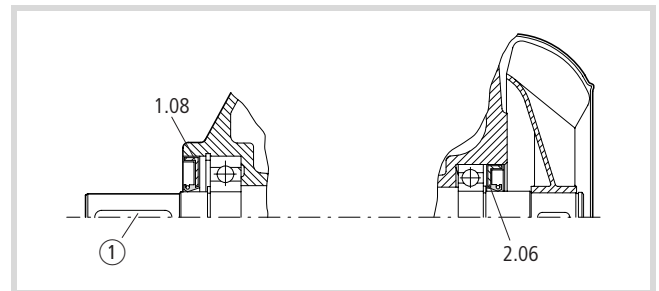

Abbildung 28: Wellendichtung
- ▶ Setzen Sie die Wellendichtungen AS (1.08), GS (2.06) wie folgt in das Gehäuse ein (→ Abb. 28):
- ▶ Legen Sie die Passfeder ① in das antriebsseitige Wellenende, bei gleichzeitiger Unterstützung der Welle.